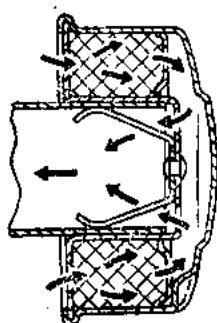

Рис. 20. Фильтр вентиляции картера двигателя.
4. Фильтр вентиляции картера (рис. 20) двигателя при каждом ТО-1 снимайте и, промывайте в керосине. Затем опустите в масло для двигателя, выньте и, дав стечь избыточку масла, ставьте на место.